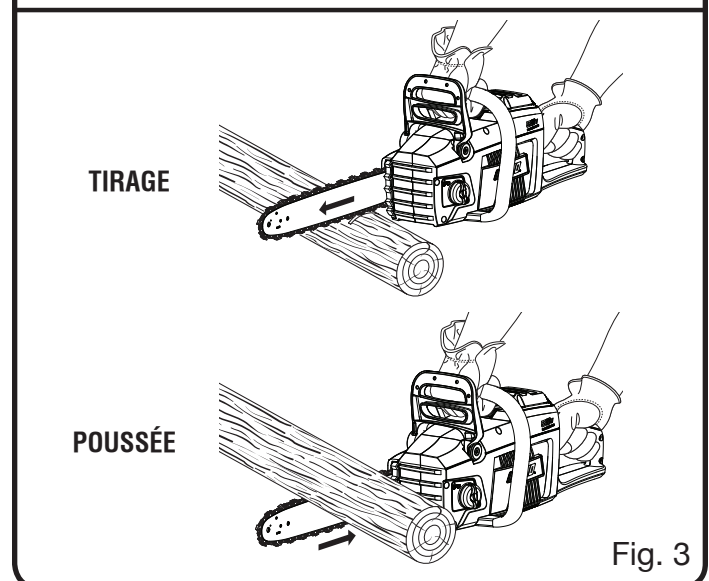

Fig. 3
- Poussée et tirage - La force de réaction s'exerce toujours dans le sens opposé à la rotation de la chaîne, au point de contact avec le bois. Par conséquent, l'opérateur doit être prêt à contrôler la **TIRAGE** lorsque la coupe est effectuée avec le bas du guide et la **POUSSÉE** lorsque la coupe est effectuée avec le haut du guide. *Voir la figure 3.*